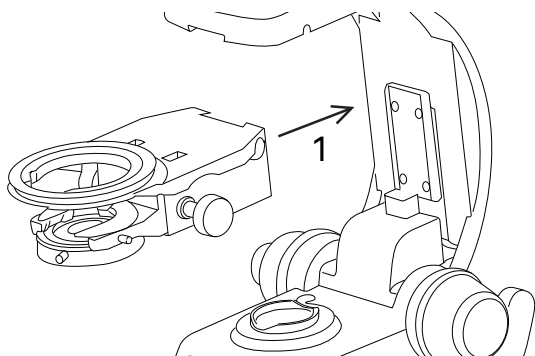

Рис. 10.1
1. Поверните рукоятку грубой фокусировки так, чтобы «ласточкин хвост» механизма фокусировки оказался в верхнем положении и обнажилась его торцевая поверхность, как показано на рис. 10.1.
Установите держатель столика с кронштейном конденсора как показано на рис. 10.1, совместив паз «ласточкин хвост» кронштейна с выступающим «ласточкиным хвостом» механизма фокусировки. Аккуратно опускайте вниз до упора.